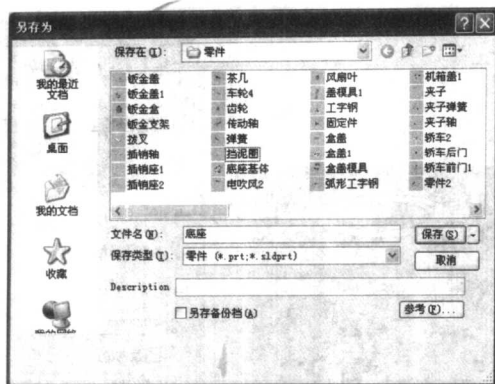

图 1-7 “另存为”对话框
(7) 单击标准工具栏中的“保存”按钮, 打开“另存为”对话框, 如图 1-7 所示。在“文件名”文本框中输入“底座”, 然后单击按钮, 将该零件保存起来。至此, 该装配体即制作完成。